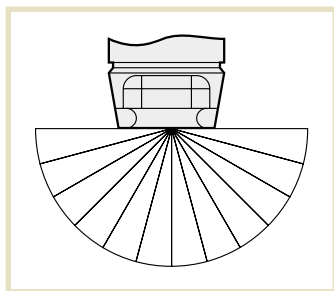

Рис. 28:
- Приточная воздушная струя должна подаваться в рабочую зону совершенно беспрепятственно, поэтому следует предусмотреть при расположении агрегатов отсутствие каких-либо преград в зоне непосредственного воздухораспределения (см. Рис. 28).